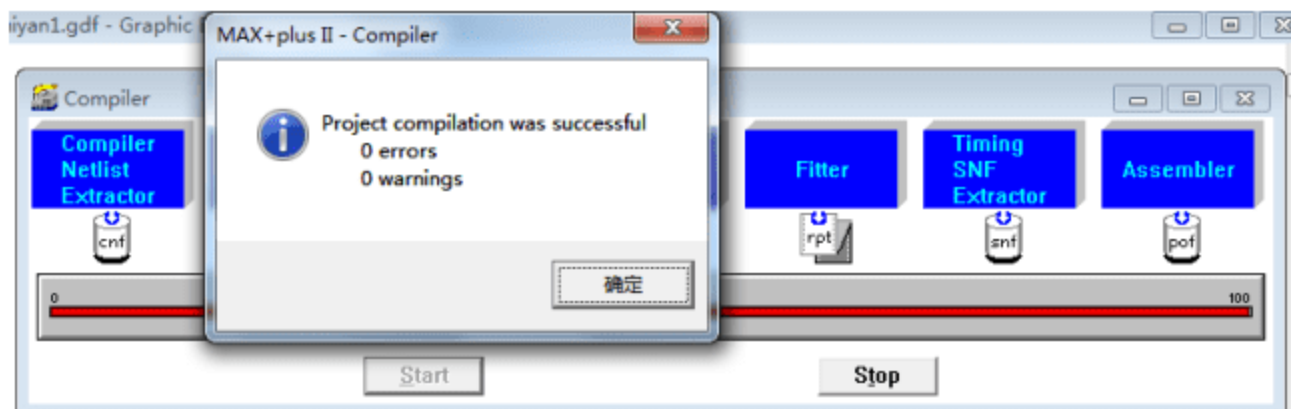

图 1.4 编译器界面及运行后的错误信息提示
6. 编译工程。运行菜单命令 MAX+plus II 下的 Compiler, 单击 Start 进行编译, 运行如下图 1.4 所示: